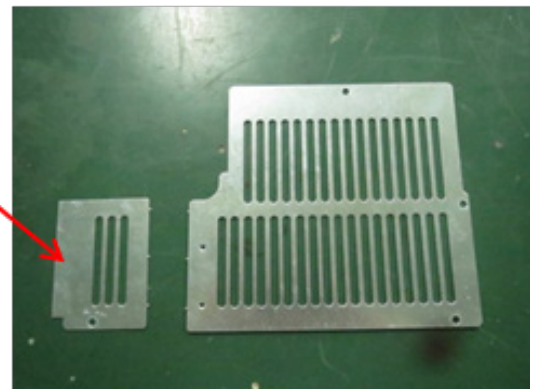

Abb. 25
- 12) Rückwand entfernen und Teil A abnehmen (siehe Abb. 25).